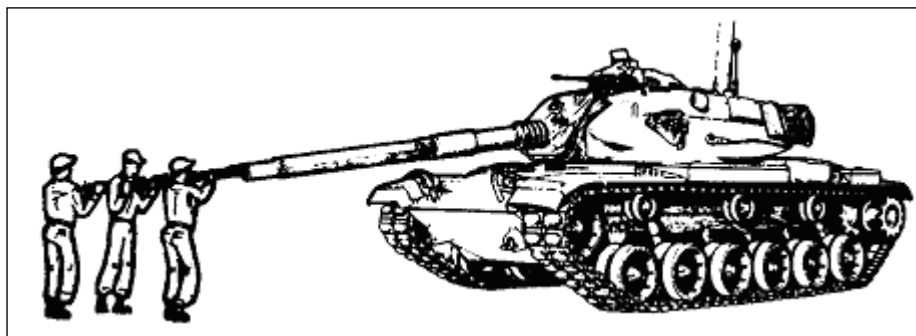

Fig 4-37. Limpeza do tubo
b. Antes do Tiro (Fig 4-37)
- (1) Limpar a culatra.
- (2) Limpar a alma do tubo, da seguinte maneira:
c. Após o tiro.(Fig 4-37)
- (1) Retirar o eliminador de alma. Limpar com ONLA.
- (2) Limpar e secar os orifícios do tubo com arame fino e reaplicar ONLA em todas as superfícies. Não secar novamente.
- (3) Repetir o procedimento nos 2 (dois) dias seguintes ao tiro.
- (4) Pegar as seções do cabo e o escovão das caixas.
- (5) Montar o cabo do escovão e aplicar ONLA sobre o escovão.
- (6) Utilizar 3 (três) membros da guarnição para introduzir o escovão pela boca do tubo.
- (7) Empurrar e puxar o conjunto do escovão para limpar e retirar resíduos, em todo o comprimento do tubo.
- (8) Retirar o conjunto do escovão.
- (9) Retirar o escovão.
- (10) Reintroduzir o cabo do escovão no tubo.